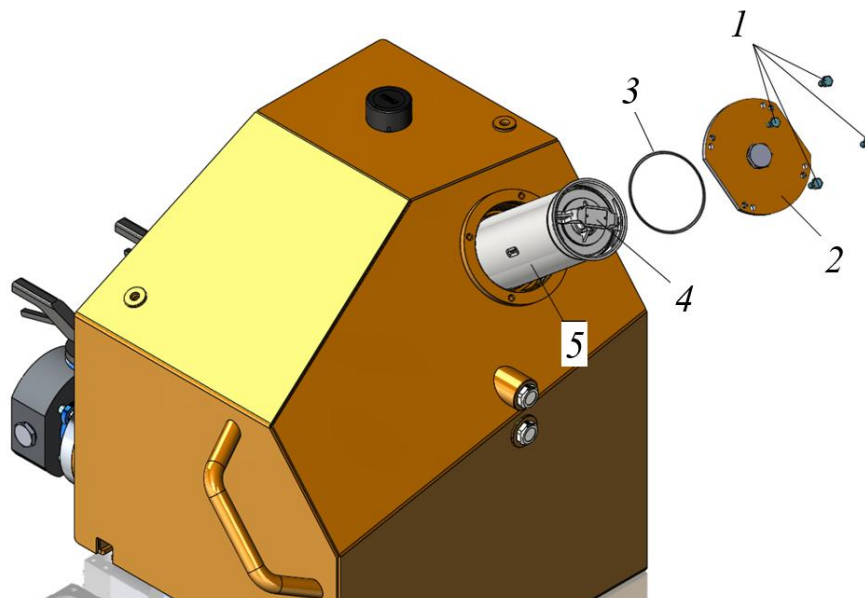

Рисунок 5.51. Процедура замены фильтра в сливной линии
- ▶ Очистить крышку фильтра 2 сливной линии и зону рядом с ней от загрязнений, рис. 5.51.